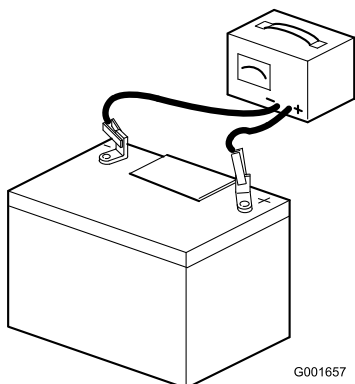

Figura 6
- Collegate un caricabatterie da 3 - 4 A ai poli della batteria (Figura 6). Caricate la batteria a 3 - 4 ampere per 4 - 8 ore.